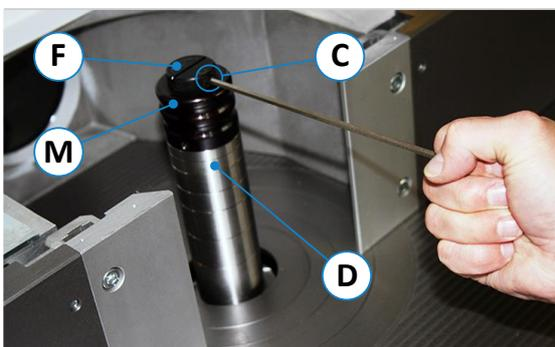

Abbildung 15: Fräsdorn mit Schnellspanvorrichtung
- Die Frässpindel nun von Hand so drehen, dass die Spannschraube (C) zugänglich ist (siehe ⇨ Abbildung 15).
- Not-Aus Schlagtaster (4) betätigen und verriegelt lassen.